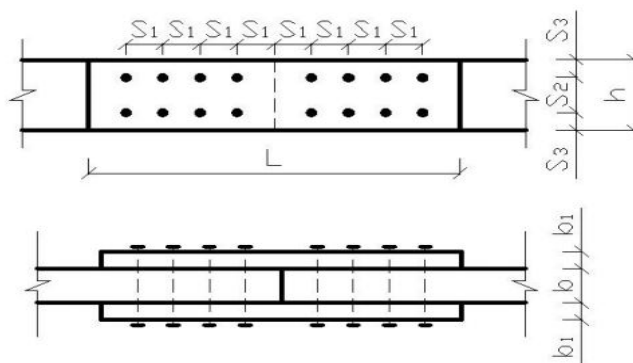

Рисунок 7. Нагельное соединение двух брусьев накладками
6.1 Подобрать сечение болтов и определить необходимое их количество в стыке двух брусьев сечением $b \times h$ с двухсторонними накладками сечением $b_1 \times h$, в котором действует продольное растягивающее усилие N_p . В соответствии с нормами расстановки определить длину накладки L (рисунок 7).